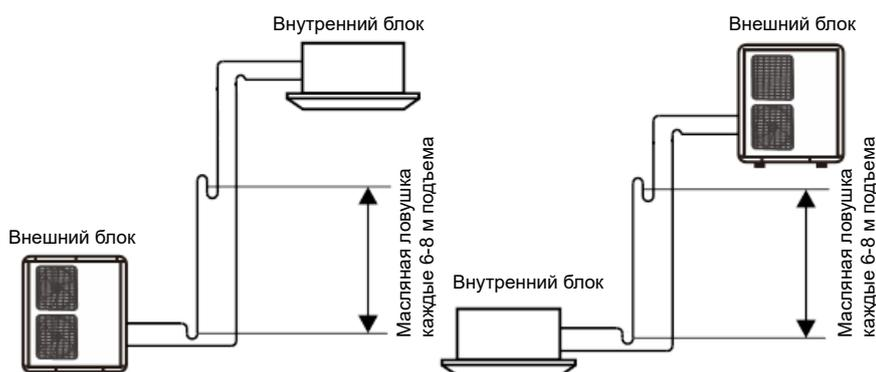

Рисунок 44 - Схема выполнения масляных петель и ловушек
- Если разница высот по вертикали превышает 5 м, масляные ловушки должны быть установлены в нижней части газовой трубы и через каждые 6-8 м подъема. Кроме того, необходимо выполнить петлю на жидкостной трубе при выходе к блоку, расположенному выше (см. рис. 44).